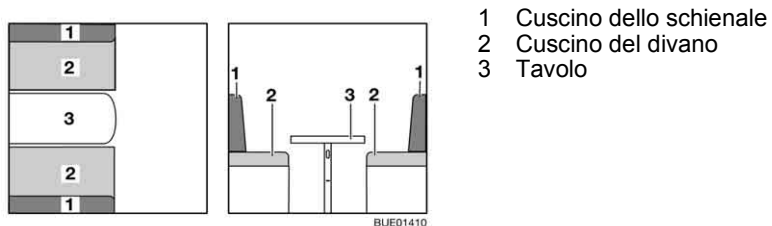

Fig. 98 Prima della trasformazione
- Trasformare il tavolo (Fig. 98,3) in struttura di supporto letto (vedi paragrafo 6.11).
- Rimuovere i cuscini dello schienale (Fig. 98,1) e posizionarne uno sul tavolo.